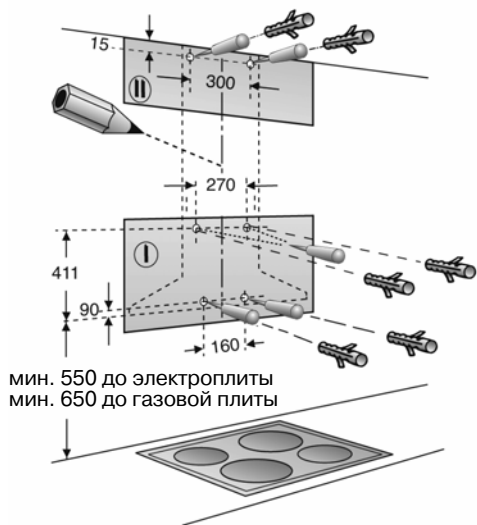

Рис. 7
4. Привинтите скобу крепления обшивки с помощью двух шурупов с шестигранной головкой. Рис. 7.
5. Оба верхних шурупа с шестигранной головкой привинтите примерно на 5 мм. Рис. 7.
7. Подвесьте вытяжку на шурупы. Рис. 7.